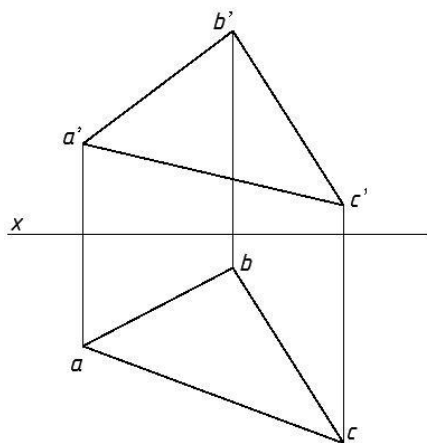

Рисунок 16 – Комплексный чертеж плоскости
**Задание 19.** Провести главные линии плоскости, если плоскость задана  $\Delta ABC$  (рисунок 16).